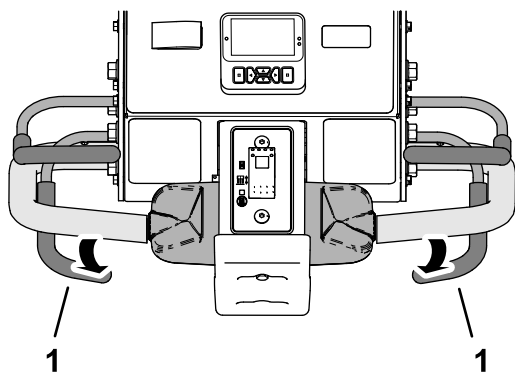

図 85
- 前タイヤが作業場所に入るタイミングで、エアレーションペイルから手を離す 図 85。